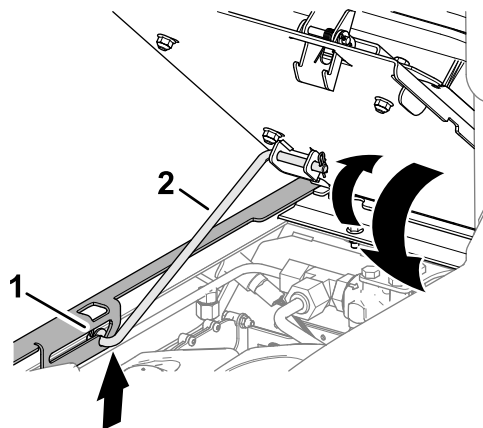

Bild 109
1. Heben Sie den Sitz leicht an und heben Sie die Stütze aus der Vertiefung des Sitzhalterungsschlitzes (Bild 109).